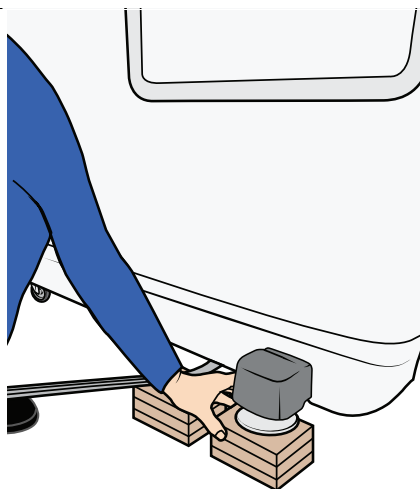

Figure 22
15. Retirez les cales de bois une par une jusqu'à ce que la baignoire repose sur le sol. Voir Figure 22.